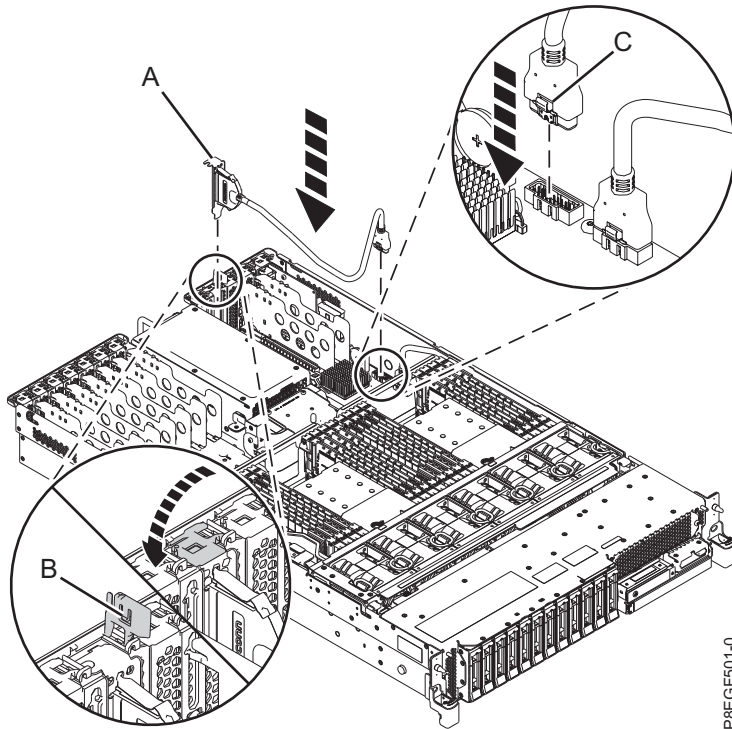

Figure 2. Remise en place du câble USB arrière
2. Insérez le boîtier du câble USB arrière (A) dans l'emplacement de carte PCI P1-C4 à l'arrière du système, comme illustré dans la figure 2, à la page 5.
3. Poussez le taquet de la carte (B) vers le bas et faites passer le câble le long du côté droit du châssis.
4. Insérez l'autre extrémité du câble USB arrière (C) dans le connecteur situé sur le fond de panier du système.